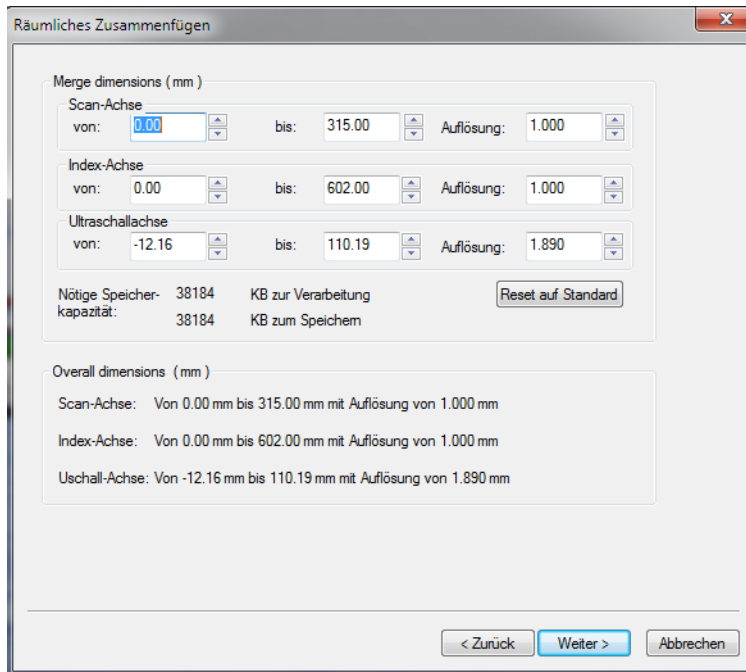

Abbildung 7-6 Gruppenfelder Merge dimensions und Overall dimensions
6. Siehe Abbildung 7-6 auf Seite 358 und verfahren Sie wie folgt: